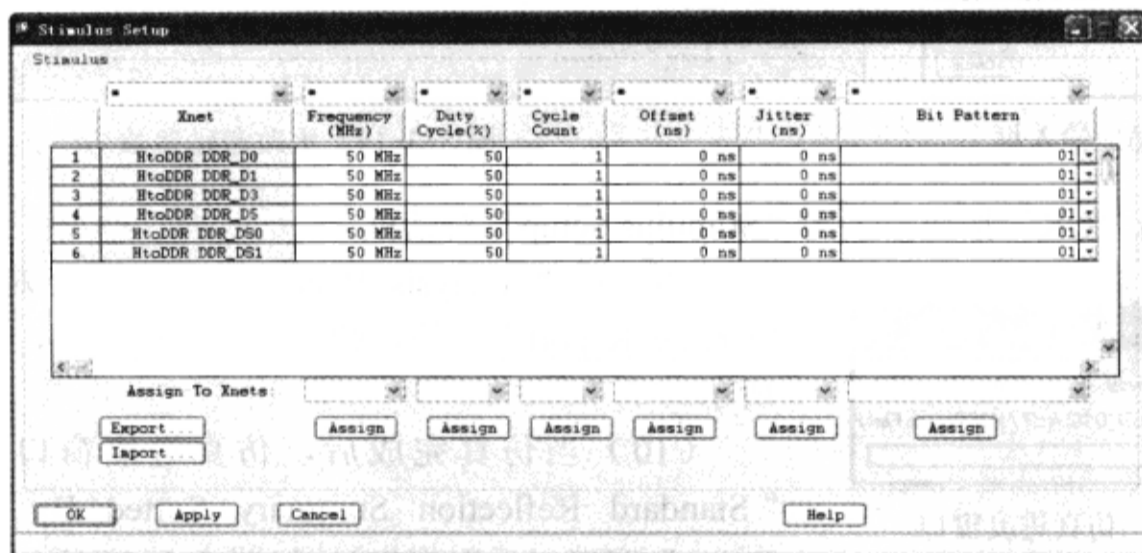

图 5-3-14 “Stimulus Setup”对话框
(4) 在“Analysis Report Generator”对话框，“Report Types”区域选择“Reflection Summary”；“Fast/Typical/Slow Mode”区域选择“Typical”；“Primary Net”区域“Net Selection”栏选择“Highlighted Net Only”，“Driver Selection”栏选择“Highlighted Driver Only”；“Reflection Data Simulation”区域“Type”栏选择“Reflection”，“Measurement”栏选择“Custom Stimulus”并单击后面的“Assign...”按钮，弹出“Stimulus Setup”对话框，如图 5-3-14 所示。